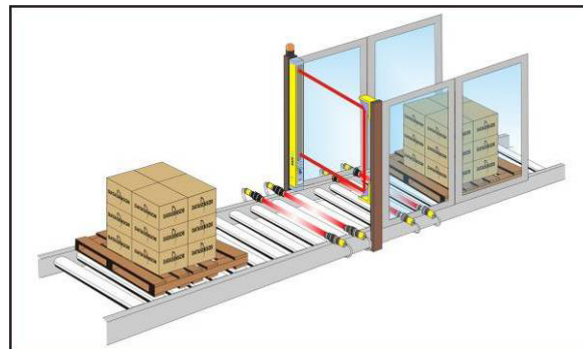

Abb. 29
- Die Muting-Funktion gibt im Fall besonderer Anforderungen die Möglichkeit eines Ausschlusses des Lichtvorhangs während des Betriebs, wobei die OSSD-Ausgänge jedoch weiter aktiv geschaltet bleiben (Abb. 29).